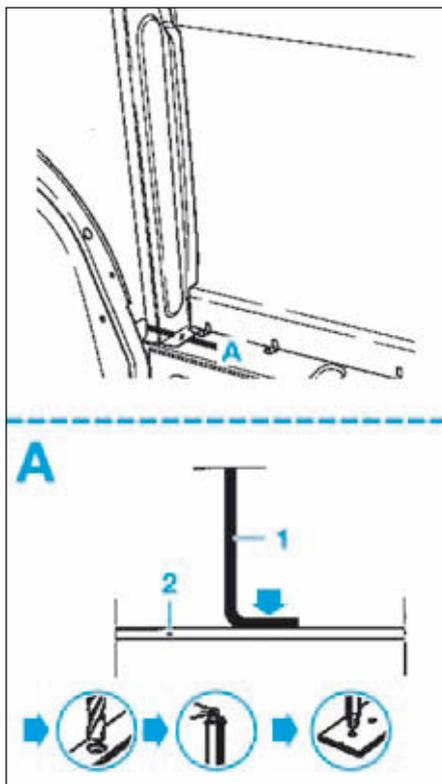

FIG.78
- Fraiser comme illustré (Fig.78).
- Tracer puis percer des trous à l'aide d'un foret pour un soudage ultérieur par points (Fig.78).
- Souder par points bouchonnage MIG (Fig.78).